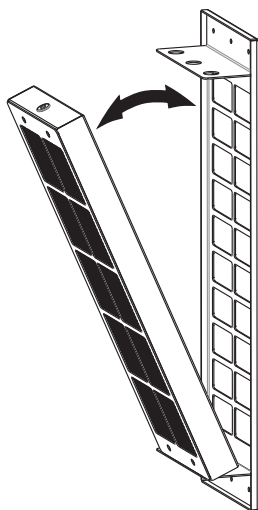

Fig. 5
3. Ta bort kolfiltret från ramen som visas på (Fig. 5).